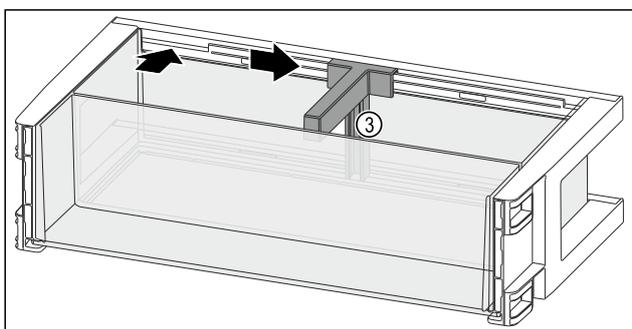

Fig. 118
- ▶ Insérer le porte-bouteilles Fig. 118 (3) dans l'évidement.
- ▶ Pousser le porte-bouteilles Fig. 118 (3) sur le côté en position souhaitée.